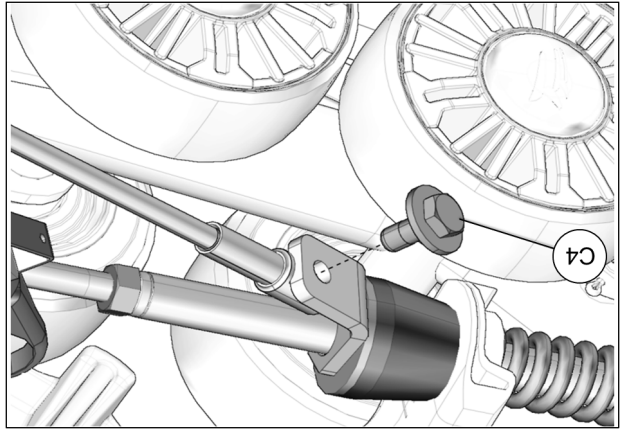

Fig. 28
18. Tourner légèrement le volant dans le sens contraire jusqu'à ce que le câble puisse être fixé à la plaque de support en utilisant le boulon (C4) fourni. Serrer à un couple de 35 N•m [24 lb•pi]. Voir la Fig. 28. Effectuer le même exercice du côté droit.